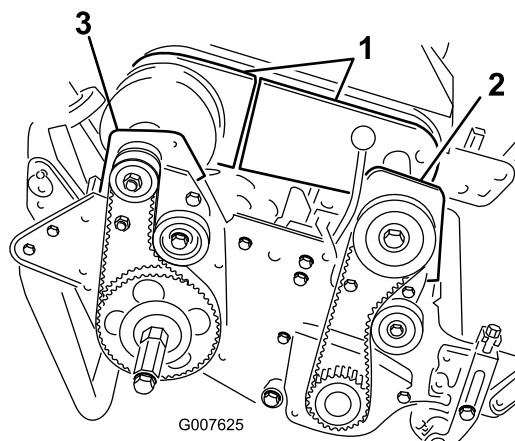

Figura 45
all'alloggiamento del differenziale stesso e fate scorrere le sezioni della copertura in modo da scoprire la cinghia (Figura 45).
- Togliete i 2 bulloni e i dadi di bloccaggio che fissano la sede frizione anteriore alla piastra laterale (Figura 45).
- Togliete i 2 bulloni e i dadi di bloccaggio che fissano la sede cuscinetto posteriore alla piastra laterale (Figura 45).